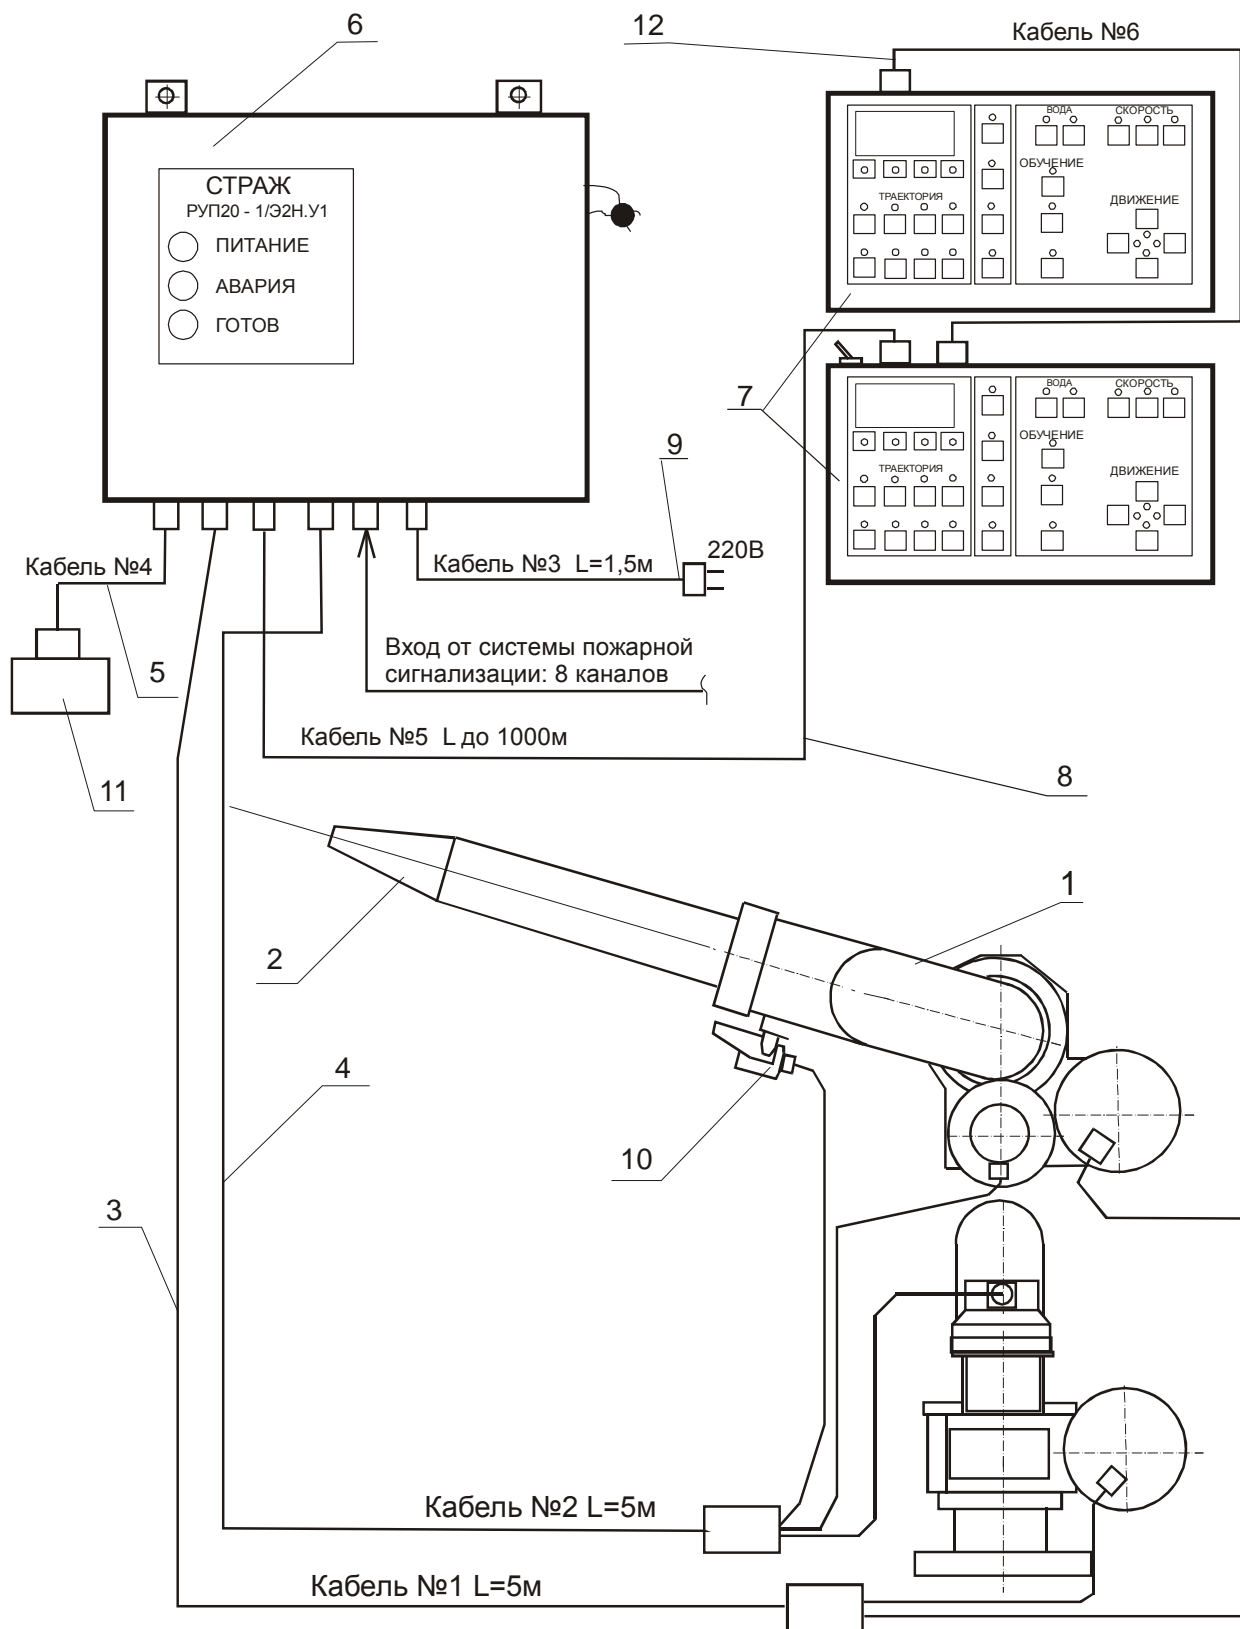

Рисунок 1. Схема подключений установки
**РУП** представляет собой автоматическое средство, состоящее из исполнительного устройства - пожарного лафетного ствола (ПЛС) – поз.1 (см. рисунок 1) и устройства программного управления состоящего из блока управления приводами (БУП) – поз.6, двух пультов управления (ПУ) – поз.7 и извещателя пламени– поз.10.